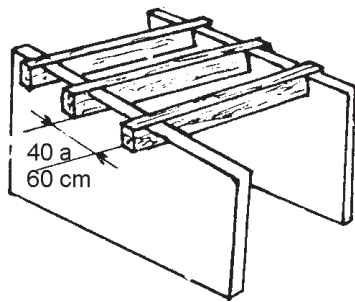

Figura 1
- Se empotran los muros, vigas o morillos de madera con una separación (de centro a centro) de 40 a 60 cm y una pendiente de extremo a extremo de 4 cm por cada metro (figura 1).